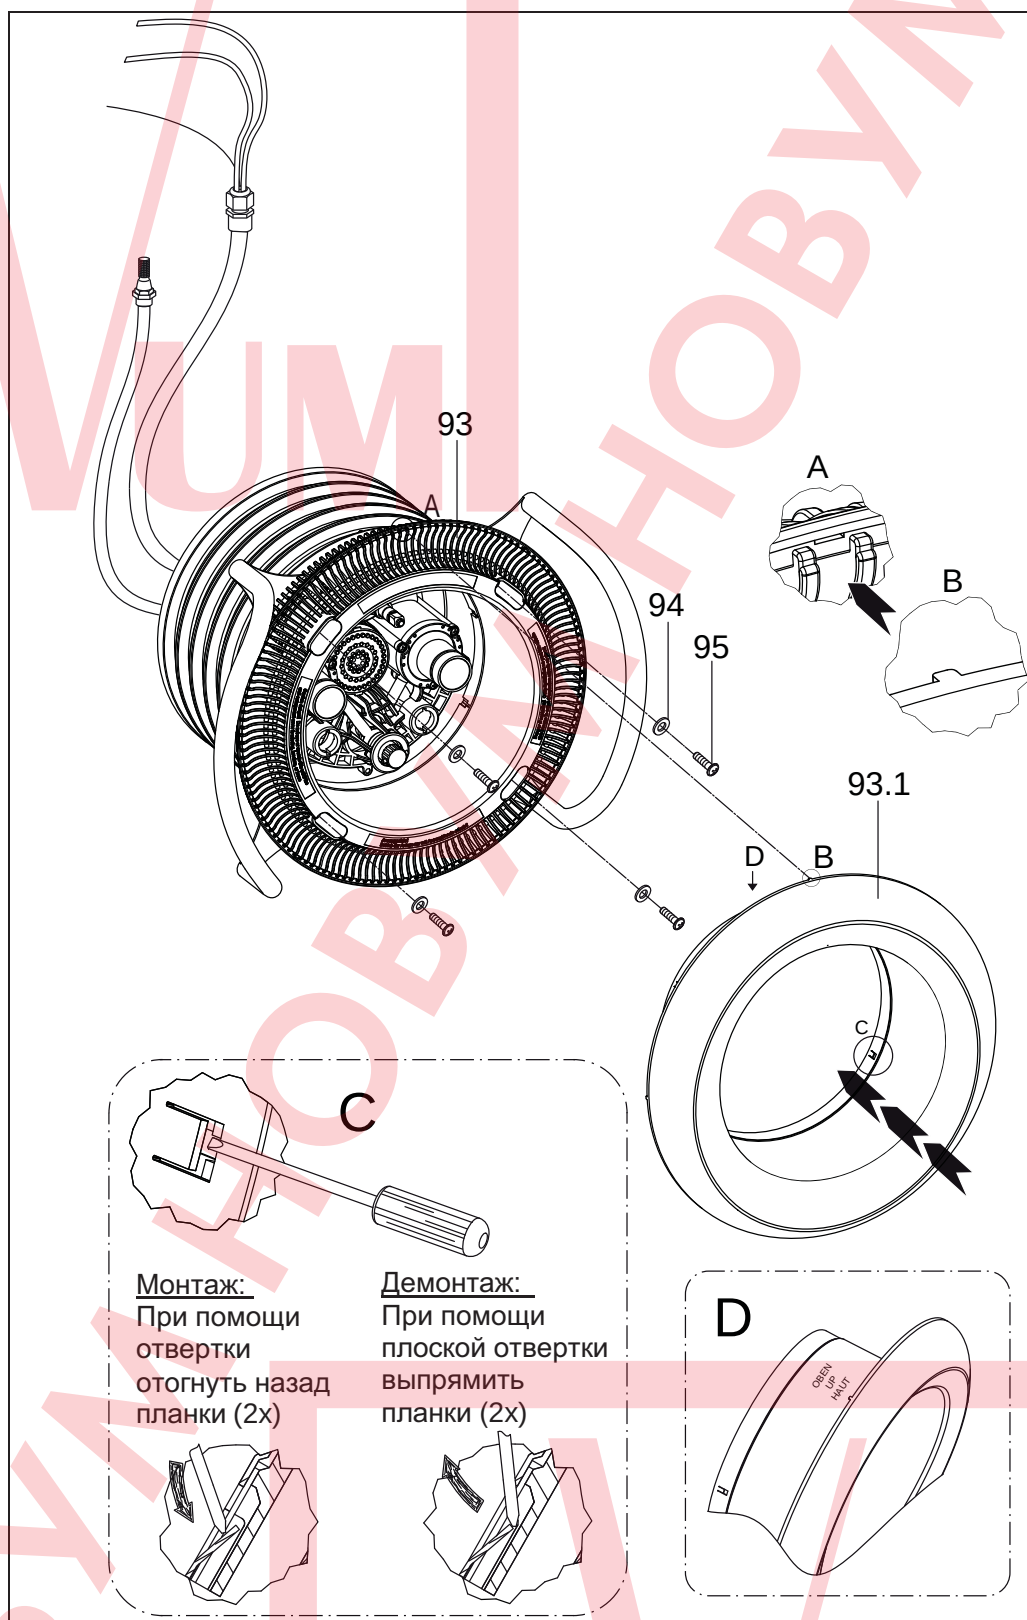

Рис.11
8. Установите всасывающую решетку (93) на опорное кольцо (28) и закрепите их с помощью плоских шайб (94) и 4 винтов-саморезов (95) (рис. 11).
9. Состыкуйте выступы рамки из нержавеющей стали (93.1) с вырезами решетки (93). Обратите внимание на маркировку UP (ВЕРХ) на рамке из нержавеющей стали. Для закрепления рамки воспользуйтесь отверткой, чтобы отогнуть назад две планки (Рис. 11).